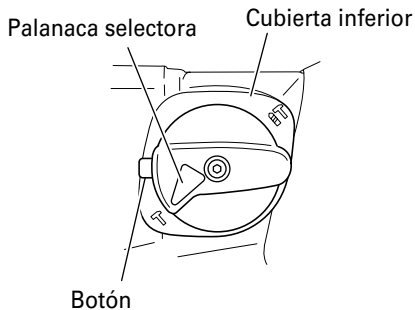

Fig. 7
(1) Cambio a "martilleo"
- (b) Alinee la marca ▲ de la palanca selectora y **T** del sujetador de palanca, tal como se muestra en la Fig. 7.